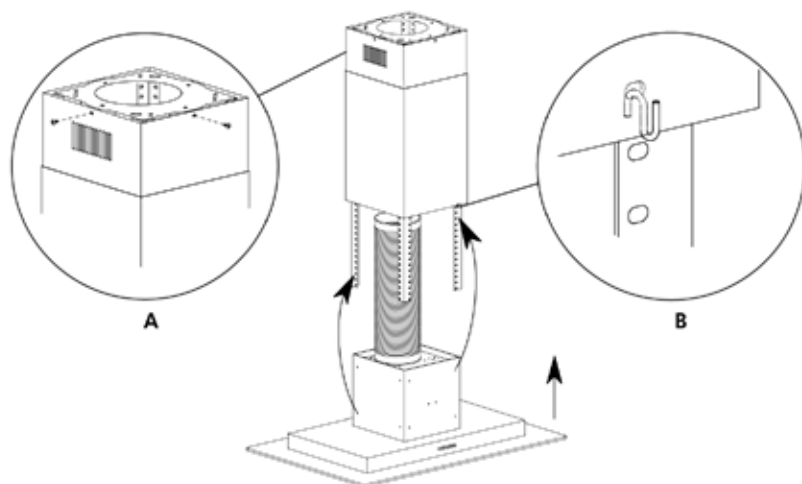

Fig. 19
- Encaixar as duas chaminés de inox (superior e inferior) nas cantoneiras já fixadas no suporte de fixação (fig. 19).
- Fixar a chaminé superior com 4 parafusos no suporte de fixação (fig. 19 A).
- A chaminé inferior deverá deslizar até o teto e ficar preso por meio da presilha tipo "S" que acompanha o produto (fig. 19 B).